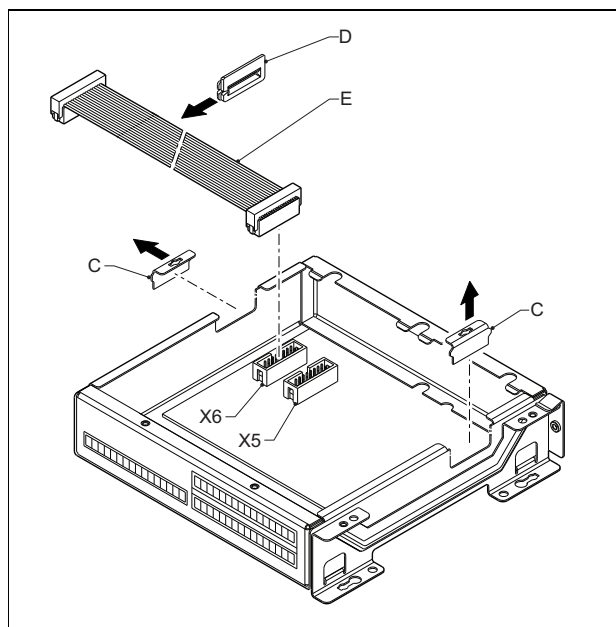
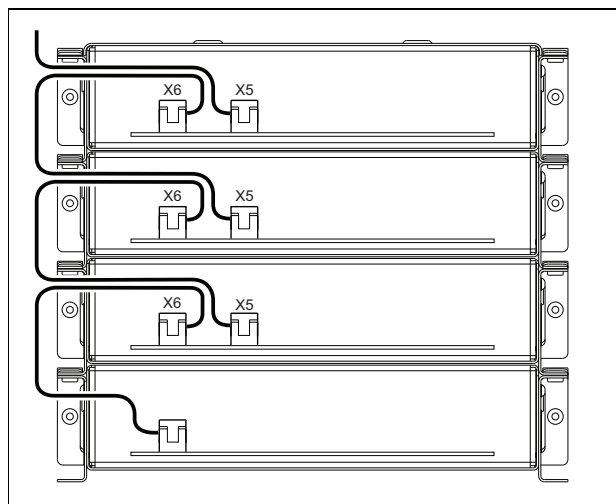
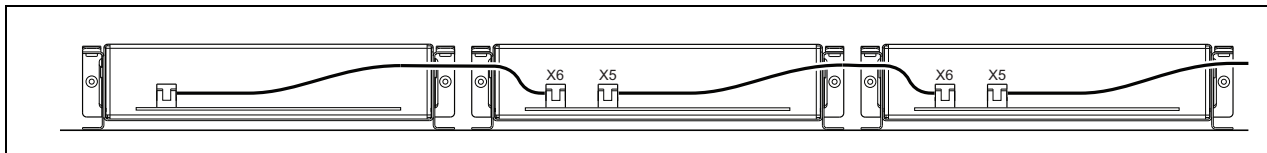

figura 20.9: Rimozione della parte a rottura prestabilita
figura 20.10: Introduzione del cavo piatto (moduli impilati)
figura 20.12: Introduzione del cavo piatto (moduli uno accanto all'altro)
- 2 Rimuovere le parti a rottura prestabilita di accesso cavi (C) per i passacavi da inserire nei moduli (vedere figura 20.9). Ciò dipende da come si desidera posizionare i moduli (impilati, vedere figura 20.10 o uno accanto all'altro figura 20.12).
- 3 Collocare il passacavo (D) sui cavi piatti (E).
- 5 Introdurre il cavo piatto nell'altro modulo (vedere figura 20.10 o figura 20.12) e inserire il passacavo nel foro.
Quando i moduli non sono impilati, ma disposti uno accanto all'altro, riposizionare i coperchi superiori su tutti i moduli (vedere figura 20.12).